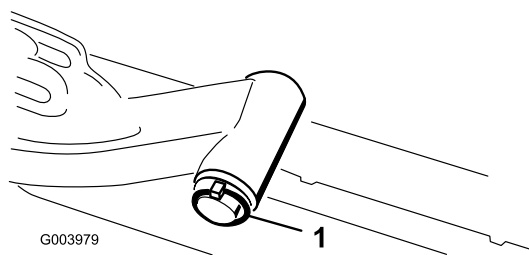

**図 10**
8. フロントに取り付けるカuttingユニットは、昇降アームの下に入れるときにキャリアフレームのシャフトを昇降アームのピボットヨークに挿入する **図 10**。
- B. 昇降アームのヨークをキャリアフレームのシャフトに通す **図 10**。